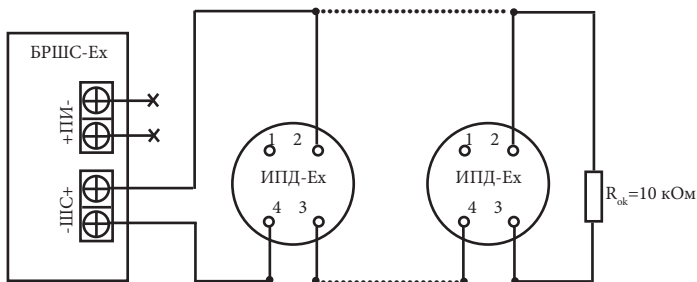

Рисунок 49 - Рекомендуемая схема подключения ИПД-Ех к БРШС-Ех
2.5.10.2.3 Произведите монтаж подводящих проводов к клеммам контактов основания согласно схеме подключения (рисунок 49). Максимальная площадь поперечного сечения проводников – 0,75 мм2. 2.5.10.2.4 Ток ИПД-Ех при выдаче извещения о пожаре ограничен внутренней схемой значением 3,5 мА, поэтому ИПД-Ех может быть подключен в шлейф пожарной сигнализации без токоограничивающего резистора. При необходимости установить меньший ток срабатывания, последовательно с ИПД-Ех устанавливается токоограничивающий резистор.